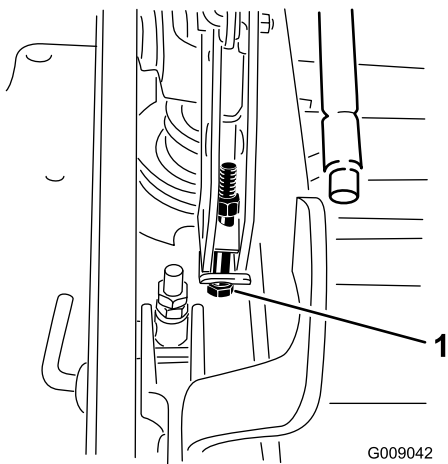

Figura 87
- Si la carcasa está demasiado baja, apriete el perno del ajuste de un solo punto girándolo en el sentido de las agujas del reloj. Si la carcasa está demasiado alta, afloje el perno del ajuste de un solo punto girándolo en el sentido contrario a las agujas del reloj (Figura 87).